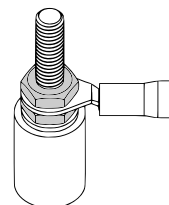

Рисунок 5.4 – Подключение соединительных проводов
3. Подключить соединительные провода к контактам в коммутационной головке или к выводам кабеля датчика (см. рисунок 5.4). Схемы внутренних соединений проводников приведены в Приложении Д.
Во время проверки подключения соединительных проводов следует убедиться, что затянута нижняя и верхняя гайка (см. рисунок 5.4).